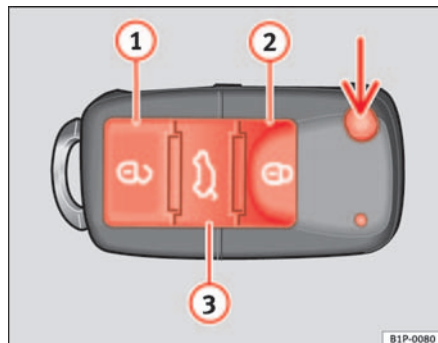

Fig. 64 Teclas de la llave con mando a distancia
Con la tecla $\Rightarrow$ fig. 64 (flecha) del mando, se desbloquea el paletón de la llave.
Desbloqueo del vehículo $\Rightarrow$ fig. 64 ①.
Bloqueo del vehículo $\Rightarrow$ fig. 64 ②.
Desbloqueo del portón trasero. Pulse la tecla $\Rightarrow$ fig. 64 ③ hasta que todos los intermitentes del vehículo parpadeen brevemente. Al pulsar la tecla de desbloqueo $\Rightarrow$ fig. 64 ③, dispone de 2 minutos para abrir el portón. Una vez transcurrido este tiempo se bloqueará de nuevo.
Además, el testigo de la pila de la llave $\Rightarrow$ fig. 64, parpadea.
Pulsando una vez la tecla $\Rightarrow$ fig. 64 ①, se abrirá sólo la puerta del conductor, permaneciendo el resto cerradas.
Pulsando dos veces la tecla  ⇒ **página 102, fig. 64** , se desbloquearán todas las puertas.
⇒ página 102, fig. 64 desde la cerradura de la puerta del conductor.